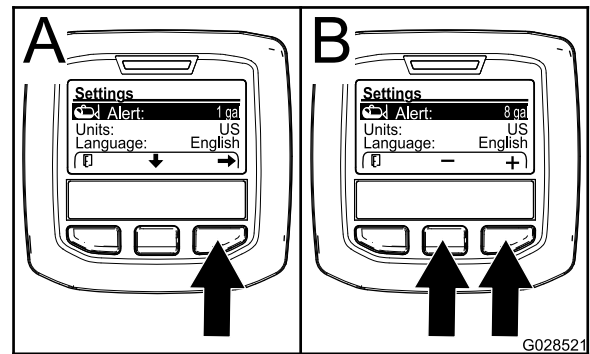

Bild 60
3. Drücken Sie die rechte Auswahltaste (Bild 60).
4. Geben Sie mit der mittleren oder rechten Auswahltaste eine Mindestmenge im Behälter an, bei der die Warnung beim Sprühen angezeigt wird (Bild 60).
2. Drücken Sie die mittlere Auswahltaste, um die Warneinstellung zu markieren (Bild 60).